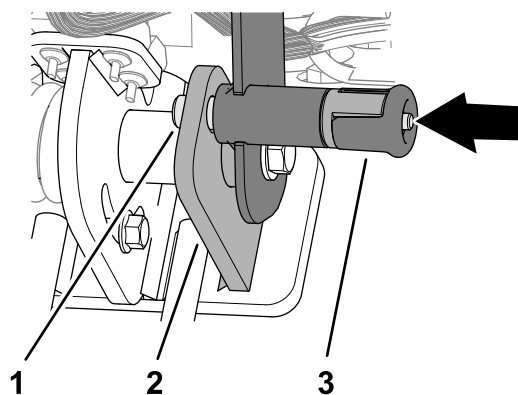

Figure 73
2. Vérifiez que la goupille de verrouillage du timon dépasse du trou dans la plaque de verrouillage (Figure 73).